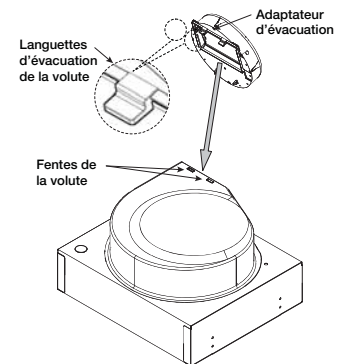

Figure 4 — Insérer l'évacuation dans la volute
1. Insérer les languettes de l'adaptateur d'évacuation dans les fentes de la volute, illustré à la Figure 4.